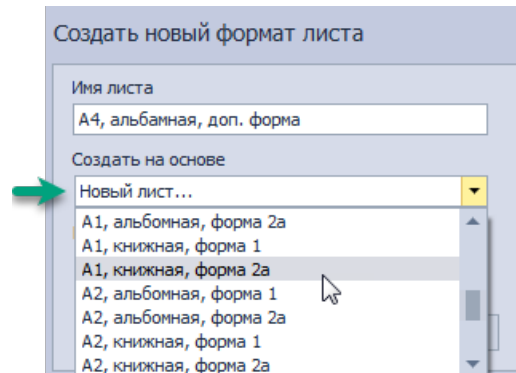

Рис. 63 Выбор исходного формата
4. Выберите исходные данные для создания нового шаблона листа с помощью выпадающего списка в пункте «Создать на основе», см. Рис. 63.